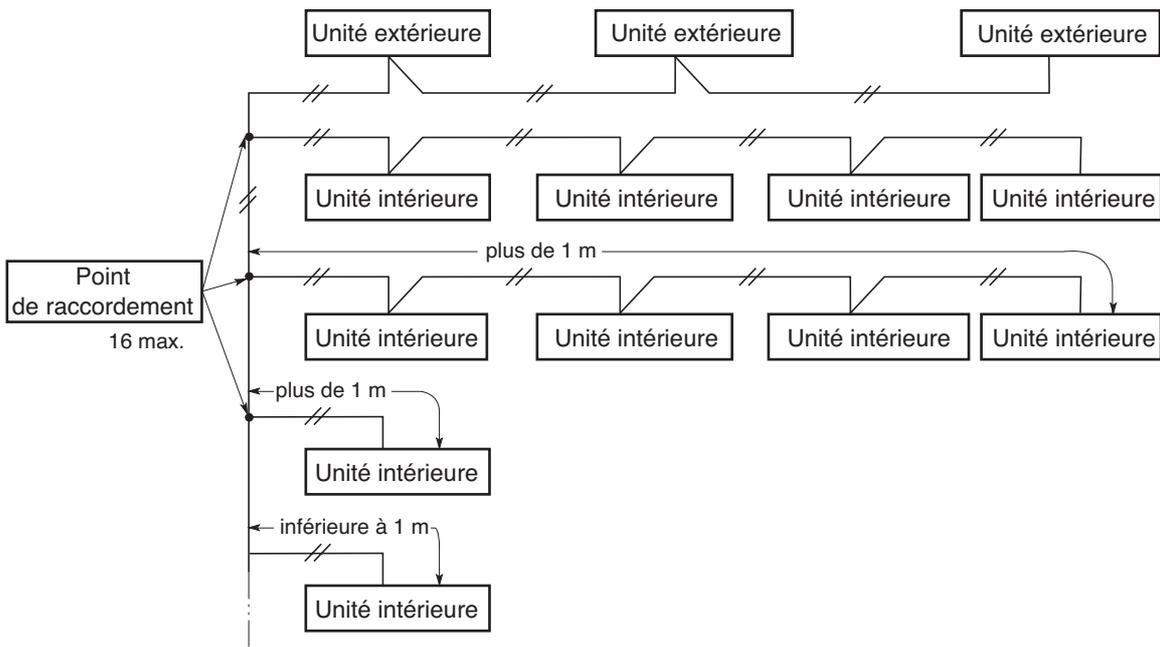

Fig. 5-3
(4) En cas de raccordement de l'interconnexion, prévoyez 16 points de raccordement maximum. (Les branches de moins de 1 m ne sont pas comptabilisées dans le nombre total de branches.) (Fig. 5-3)